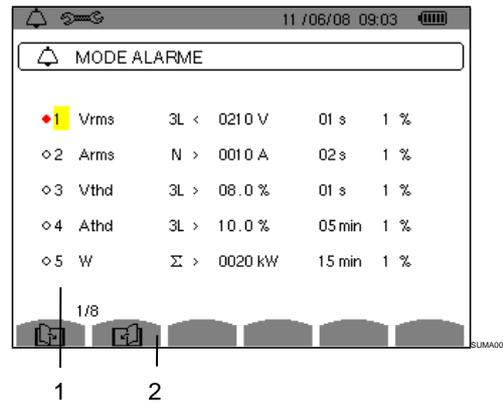

Figure 15 : le menu Alarme
- Pour activer l'alarme configurée, positionnez le curseur jaune sur la première colonne de la liste avec la touche (Figure 15, rep.1) et appuyez sur . L'activation est marquée par le repère rouge ; l'alarme est potentiellement déclenchable.
- Pour afficher les pages écran des alarmes, appuyez sur les boutons jaunes du clavier correspondant aux icônes   (Figure 15, rep.2).